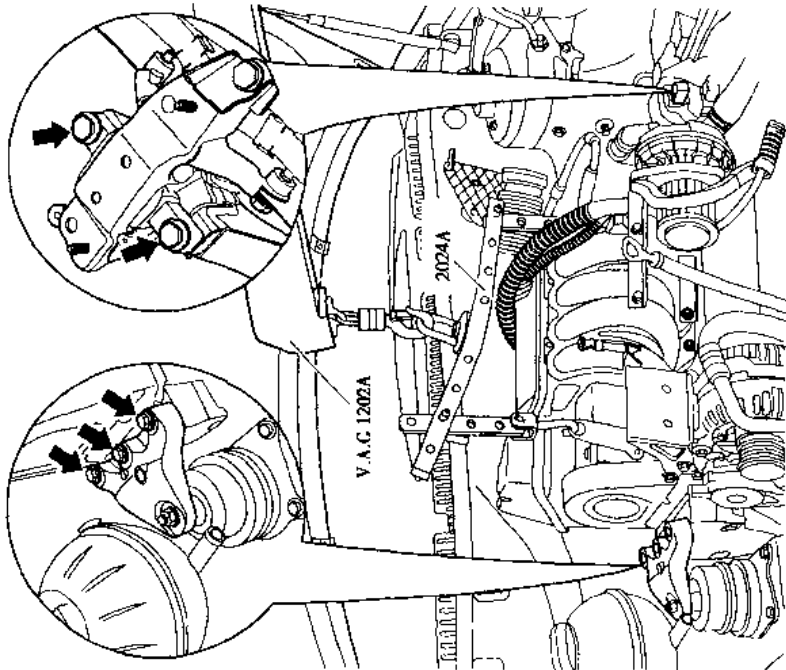

图 1-5 发动机、变速器支架的拆卸
15.如图 1-5 所示,从上面松开发动机支架上的螺栓,从上面松开变速器支架上的螺栓,小心地放下带变速器的发动机。将发动机与变速器分离。